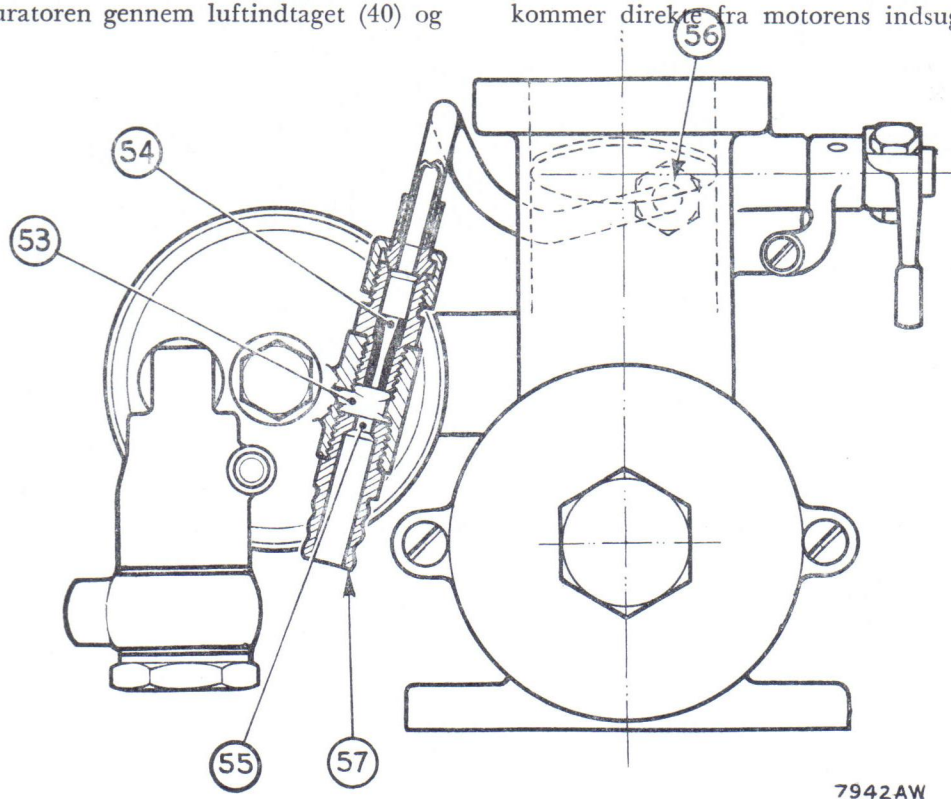

Fig. A. 5
Denne fortløbende udligning af forstøvningen, der giver den bedst egnede blanding over hele motorens arbejdsområde, opnås som regel ved en gennemtænkt og gennemprøvet udformning af luftindtag og indsugningskanaler. Der findes imidlertid motortyper, som kræver en så stor variation i forstøvningen for at opnå en passende blanding under varierende kørselsforhold, at dette ikke kan opnås på førnævnte måde, og i sådanne tilfælde kan man gøre brug af den på fig. A. 5 viste spareanordning.
På fig. A. 5 kan det ses, at spareanordningen foruden forbindelsen til svømmerhusets indre (53) også er åben (55) enten til atmosfæretryk eller til karburatorens luftindtag ved hjælp af en neopren-slange, der sidder på stutsen (57). Endelig er der også forbindelse gennem den tragtformede kanal eller venturi (54) over til et hul (56) i spjældhuset lige ved kanten af gasspjældet. Spareanordningen virker på følgende måde: